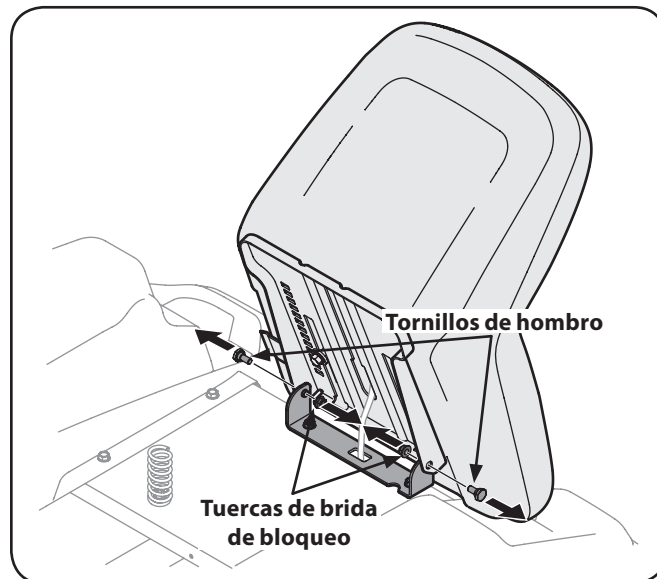

Figura 3-5
3. Gire el asiento en su posición y asegure el asiento en su lugar con los tornillos que quitó de los hombros y las tuercas de brida de bloqueo. Tenga cuidado de no doblar o dañar el mazo de cables durante la instalación del asiento. Vea la Figura 3-5.